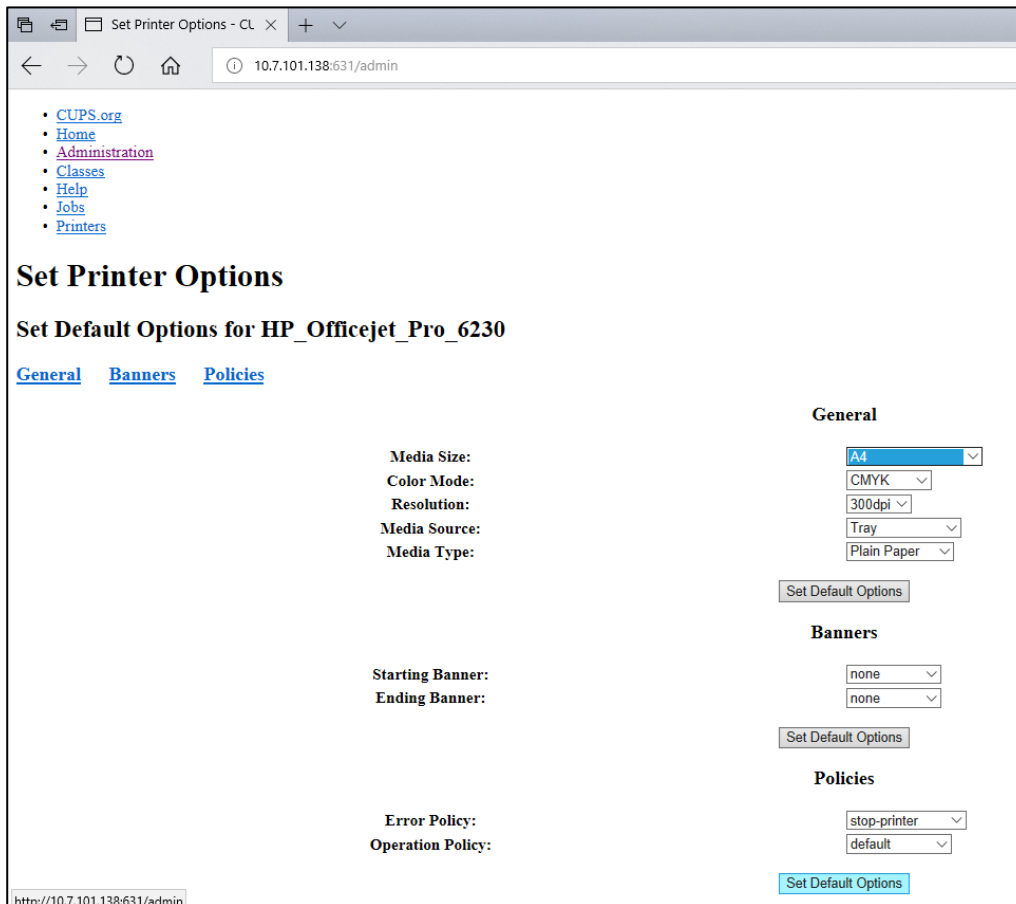

Figura 103. Seleção do Media Size (Tamanho do suporte) correto.
7. Selecione o Media Size (Tamanho do suporte) correto (como "A4"), uma vez que algumas impressoras não procedem à impressão se o formato de papel estiver incorreto. Em seguida, guarde a seleção premindo Set Default Options (Aplicar predefinições) (Figura 103).